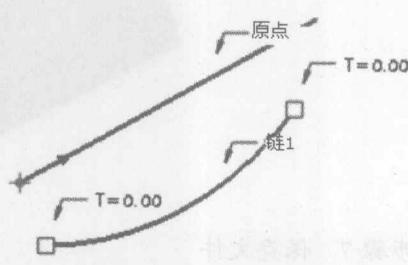

图 1-17
4) 按下〈Ctrl〉键，选中轮廓线，如图 1-17 所示。